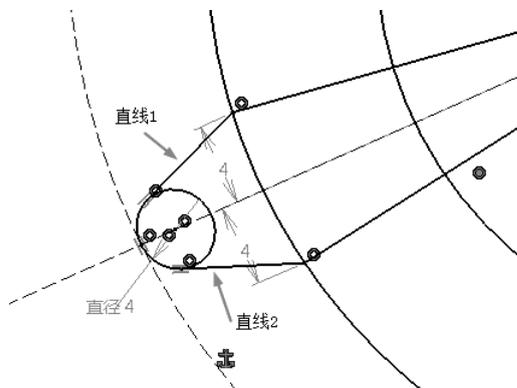

图 5-139
- 使用“线链”工具, 绘制两条斜线, 两条斜线均与小圆相切, 如图 5-139 所示。